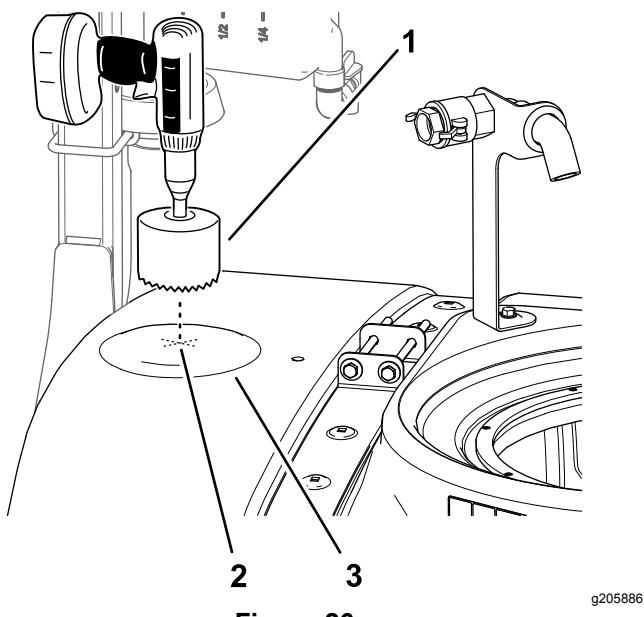

Figura 26
- Individuate la posizione anteriore sull'estremità superiore del serbatoio come illustrato nella Figura 26.
- Utilizzate una sega a tazza di 9 cm per realizzare un foro in corrispondenza del segno di foratura (Figura 26).